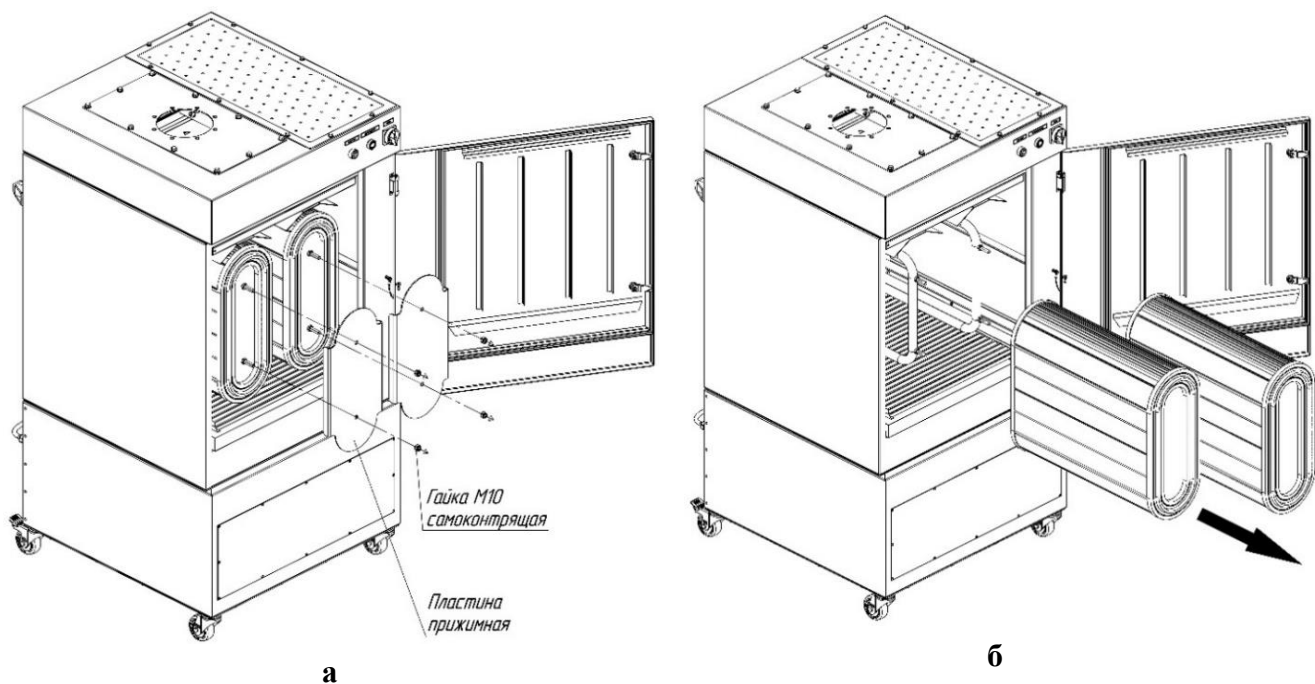

Рисунок 10
- 2) отвинтить гайки, снять прижимные пластины, крепящие картриджи (рисунок 10а);
- 3) извлечь картриджи (рисунок 10б);